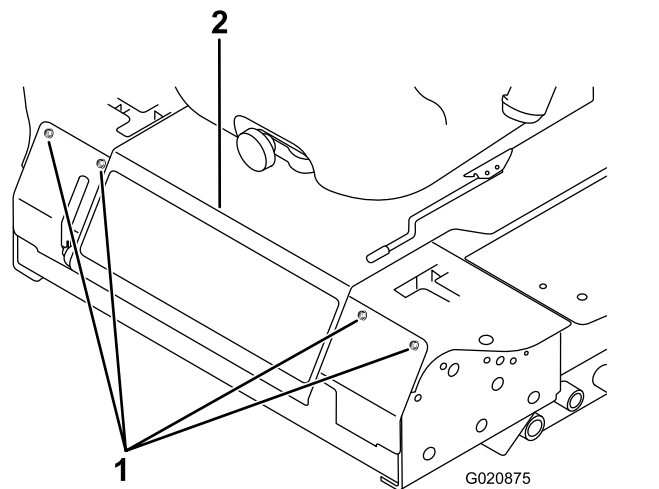

Рисунок 51
2. Снимите болты крепления передней панели и снимите переднюю панель (Рисунок 51).